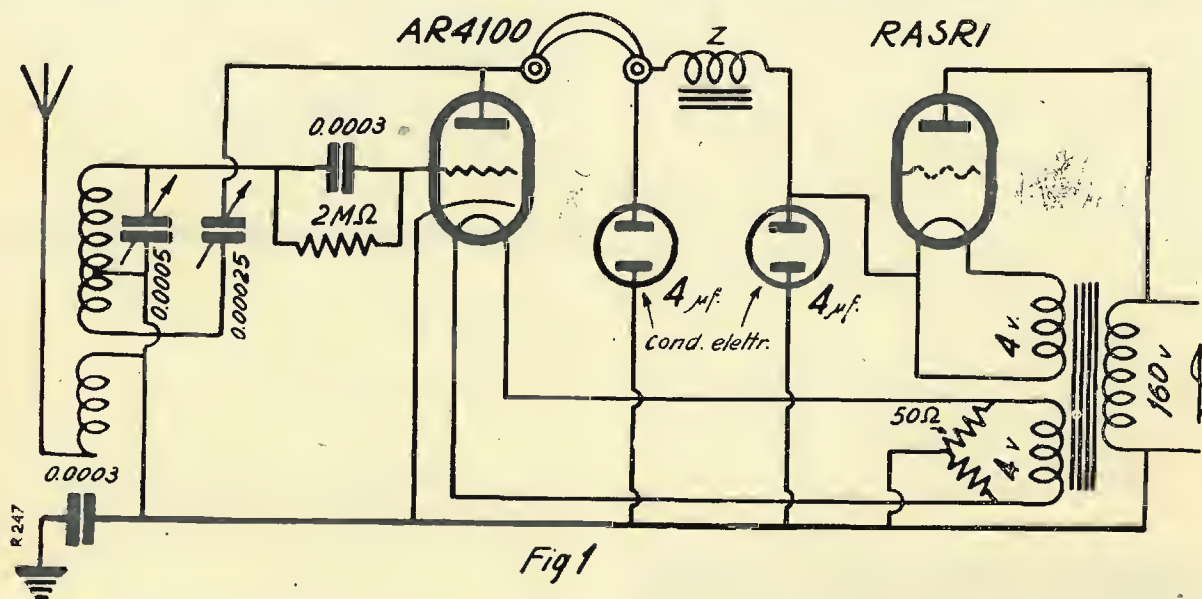

Fig. 1
gano originario. Rumori cupi alla manovra del controllo di volume verso il massimo, rumori acuti dell'altoparlante su determinate frequenze dimostrano che l'impedenza primaria non è adatta. In questo caso si ricorra a qualche astuzia che valga, se non ad evitare, almeno ad attenuare il difetto: si potrà collocare, per es., in parallelo sul primario un condensatore fisso di valore determinato (dell'ordine di 250 fino a 2000 mmf.); si potrà collocare in serie nel circuito di placca precedente al trasformatore (1) una resistenza di 10 a 50.000 ohms (fig. 1); si potrà pure prevedere un arresto dell'alta frequenza nella placca di questa
Il circuito, come si vede da fig. 1, comporta un trasformatore di alimentazione, che volendo, si può costruire da sè facendo buona economia. Esso